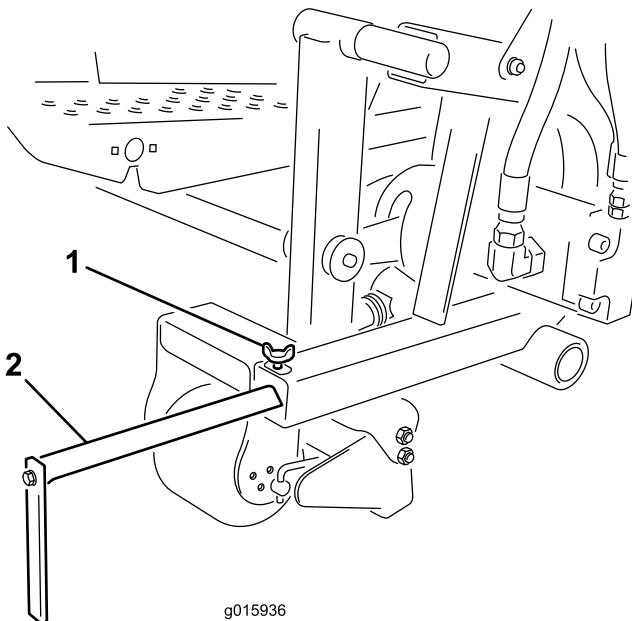

**Figura 17**
La maniglia serve per sollevare e abbassare il rifinitore di bordi (Figura 17).
2. Spingete la maniglia verso l'esterno e abbassate la lama del rifinitore di bordi a terra (Figura 17).
- Spingete la maniglia verso l'esterno e sollevate la lama del rifinitore di bordi in posizione di trasferimento (Figura 17).